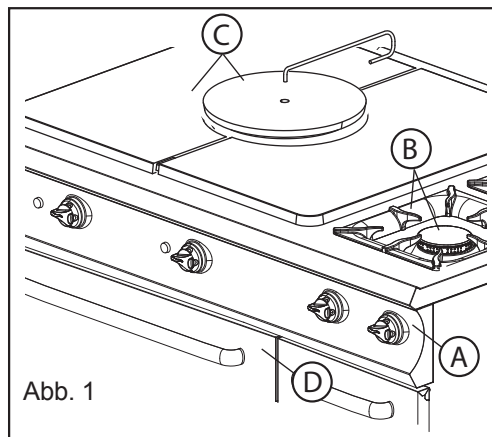

Abb. 1
- Mit den entsprechenden Werkzeugen die Weite der Öffnung des Pilotbrenners regeln (Abb. 1) um folgende Maße zu erhalten:
2. Entfernen Sie die Brennerroste, Brennerdeckel und Brenner (Abb. 1/A Brenner 5,5 / 7 kW - Abb. 1/B Brenner 11 kW)
1. Bauen Sie die Blende und die Drehknöpfe ab (Abb. 1/A)
2. **Herd:** entfernen Sie die Brennerroste und Brennerdeckel (Abb. 1/B)
Glühplattenherd 980: entfernen Sie die Mittelplatte (mit dem dafür vorgesehenen Haken) und die Seitenplatten (Abb. 1/C)
Backofen: öffnen Sie die Tür (Abb. 1/D)